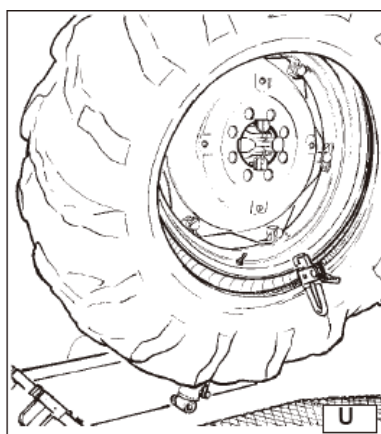

Рисунок 30
- Опять поднимите колесо и прикрепите хомут RP к внешней стороне второго бортика на расстоянии 20 см от клапана (см. рис. 30).